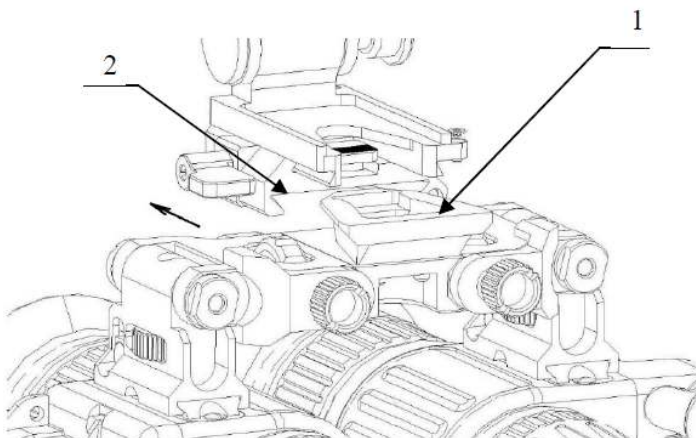

Рисунок 8 - Установка кронштейна в адаптер
6.3 Установка кронштейна в адаптер (рисунок 8)
6.3.1 Совместить ласточкин хвост кронштейна 1, (рисунок 8) с посадочным местом адаптера 2.